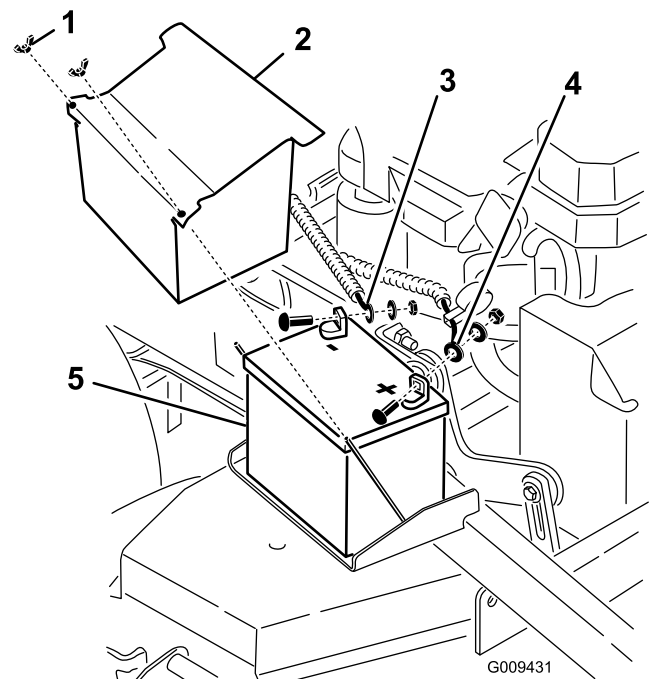

Figura 52
4. Desconecte el cable negativo del borne negativo (-) de la batería (Figura 52).
6. Retire el cable positivo (rojo) de la batería (Figura 52).
7. Retire la pletina de sujeción de la batería (Figura 52), y retire ésta.
1. Coloque la batería en la máquina (Figura 52).
3. Conecte primero el cable positivo (rojo) al borne positivo (+) de la batería con una tuerca, una arandela y un perno (Figura 52).
5. Conecte el cable negativo y el cable de tierra al borne negativo (-) de la batería con una tuerca, una arandela y un perno (Figura 52).